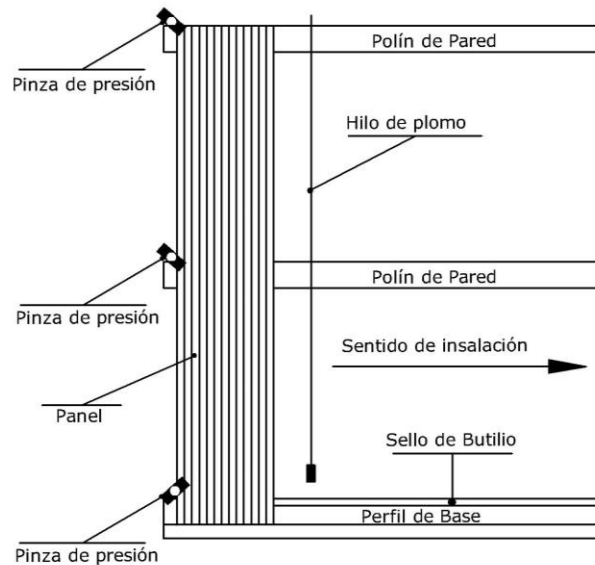

Fig. 5
**4.3.2** Sobre los diseños constructivos indicar en la vertical el punto de salida del primer panel, teniendo cuidado con la alineación entre ellos. Tal operación puede ser efectuada con hilo y plomada. (Fig. 5)
**4.3.3** Posicionar el primer panel con la plomada, controlar su verticalidad, después de que se ha sostenido provisionalmente a la estructura mediante las pinzas de presión. (Fig. 5)